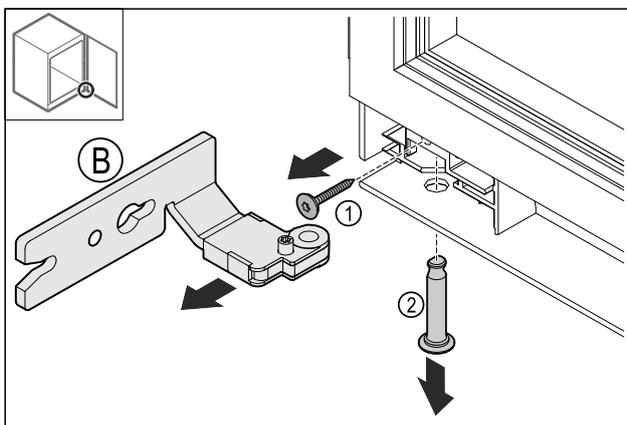

Fig. 15
- ▶ Quite la bisagra Fig. 15 (B).
- ▶ Quite el tornillo Fig. 15 (1).
- ▶ Quite el perno Fig. 15 (2).